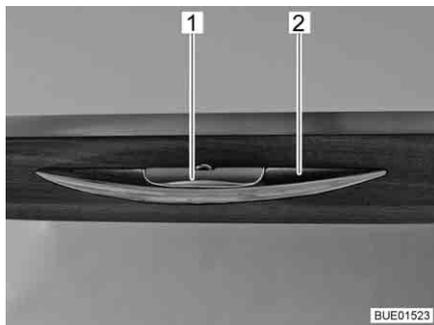

Fig. 54 Alçapão de móvel com manípulo de destravamento
- Pressione o o manípulo de destravamento (Fig. 54,1) e mantenha-o assim.
- Puxe o manípulo (Fig. 54,2), até o alçapão de móvel ficar aberto.